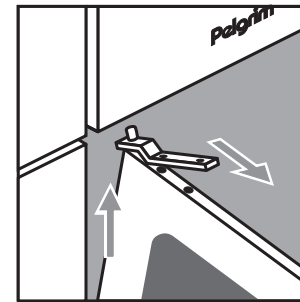

Abb. 8a
- Das obere Scharnier durch Lösen der 2 Schrauben abnehmen. Die Tür aus dem unteren Scharnier heben (siehe Abb. 8a).